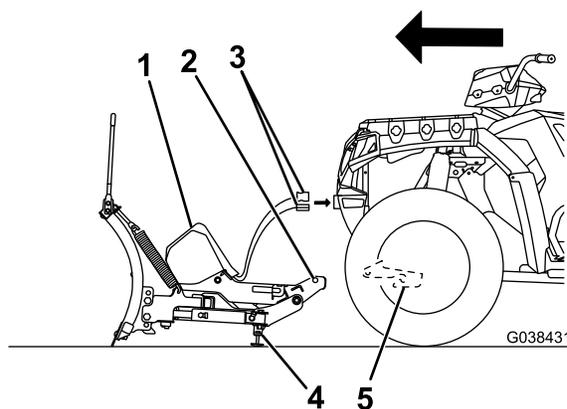

Figura 17
2. Alinee el vehículo con la quitanieves y conduzca hacia adelante hasta que el pasador inferior entre en contacto con el receptor del pasador de la viga de empuje (Figura 17).
5. Retire las cubiertas antipolvo del enchufe eléctrico y conecte el arnés de cables de la quitanieves al arnés de cables del vehículo (Figura 17).